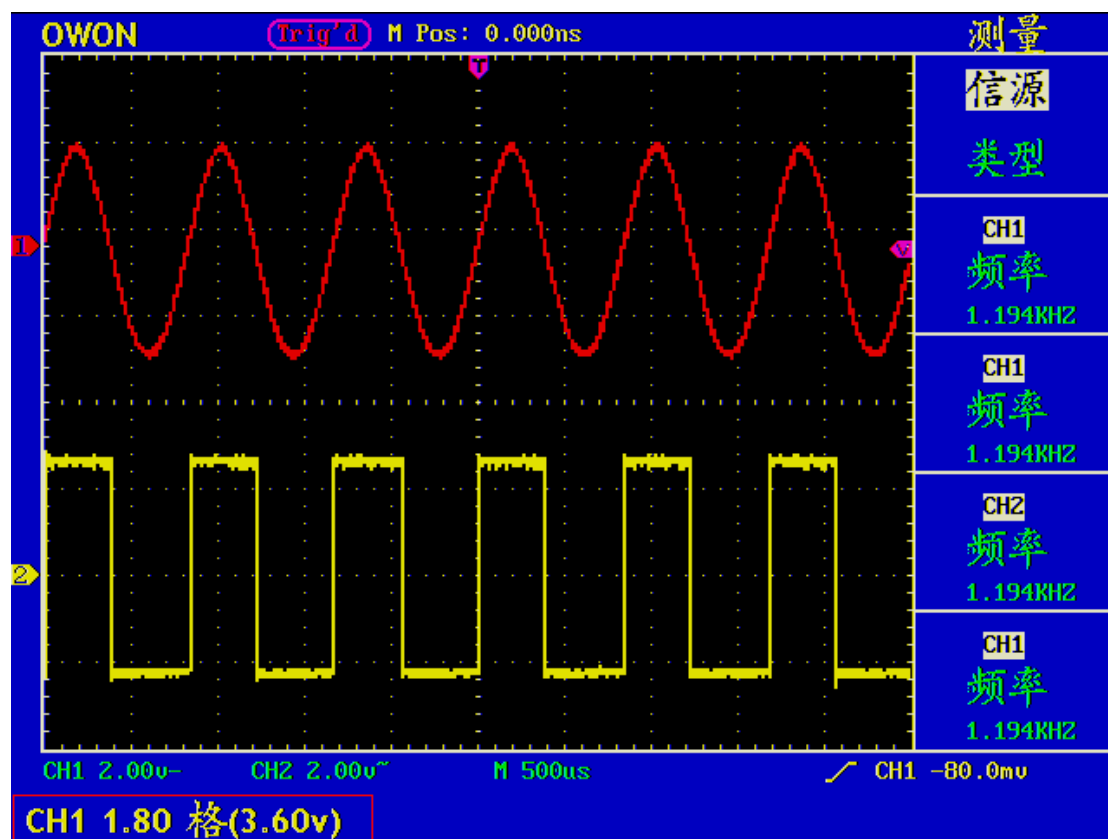

图 21：垂直位置信息
3. 调整通道波形的垂直位置时，屏幕在左下角显示垂直位置信息。见图21